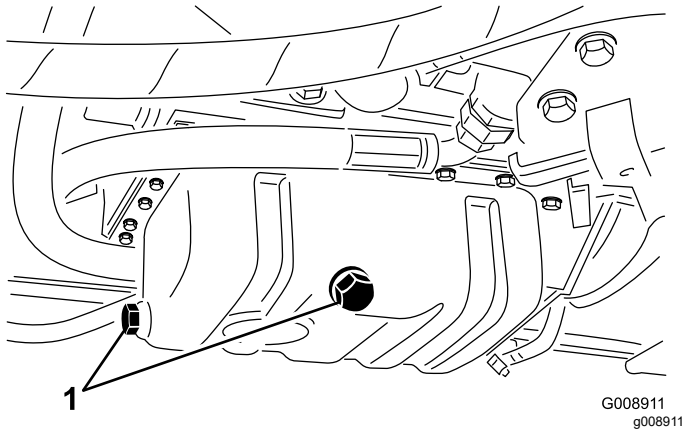

Figure 74
3. Enlevez un bouchon de vidange (Figure 74) et laissez couler l'huile dans un bac de vidange. Remettez le bouchon en place lorsque la vidange est terminée.